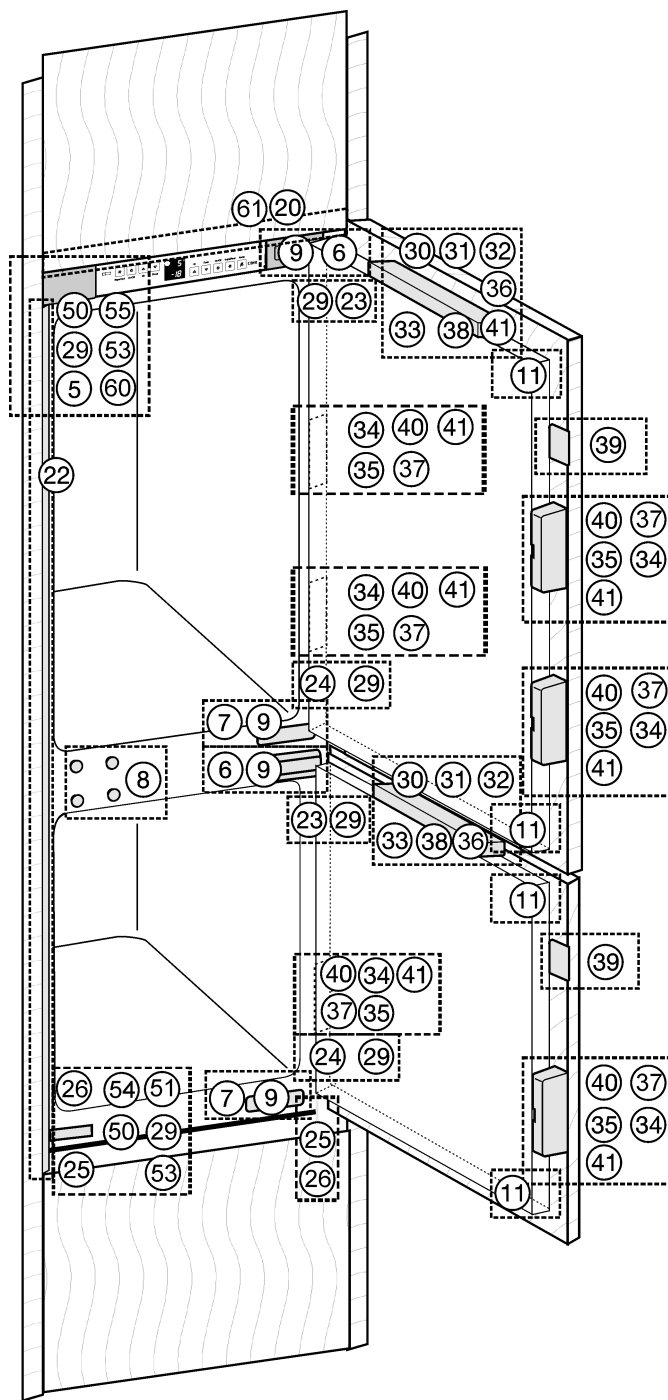
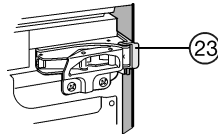
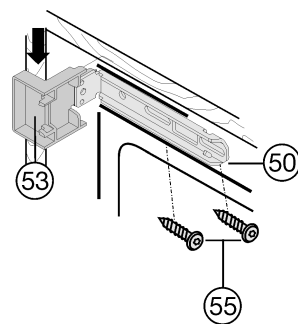
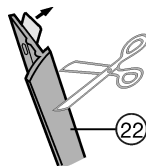

Fig. 9
Fig. 13
Fig. 14
Fig. 15
- ▶ Sujete la pieza distanciadora Fig. 13 (23) en las bisagras superiores y la pieza distanciadora Fig. 9 (24) en las bisagras inferiores.
- ▶ Coloque las cubiertas Fig. 14 (53) encima y debajo de la escuadra de fijación Fig. 14 (50).
- ▶ Fije la escuadra de fijación Fig. 14 (50) en la parte superior con tornillos Fig. 14 (55) y en la parte inferior con tornillos Fig. 9 (51) de forma que la escuadra pueda moverse ligeramente a la derecha y a la izquierda.
- ▶ Retire la lámina protectora de la tira tapajunta Fig. 15 (22). Fije la tira tapajunta Fig. 15 (22) por el lado del tirador y delantero en la parte frontal de la cubierta Fig. 14 (53) y adhiérela a la pared lateral del aparato.
- ▶ Si es necesario, acorte la tira tapajunta Fig. 15 (22). Coloque la cubierta Fig. 9 (54) en la escuadra de fijación inferior Fig. 14 (50) y acorte la tira tapajunta Fig. 15 (22) en el borde superior de la cubierta.
- ▶ Vuelva a retirar la cubierta Fig. 9 (54).
- ▶ Inserte el aparato hasta que las cubiertas Fig. 14 (53) alcancen la pared lateral del mueble Fig. 14.
- ▶ Alinee el aparato en posición vertical mediante las patas de ajuste Fig. 9 (25) con la llave de boca Fig. 9 (26) suministrada.